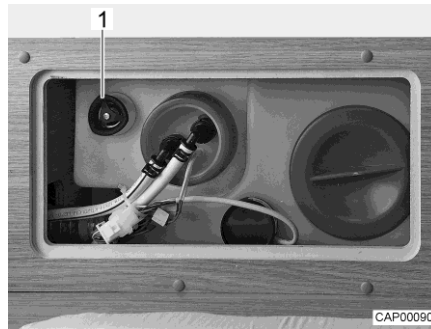

Bild 96 Wassertank mit Drehgriff
- Auf dem Wassertank den Drehgriff (Bild 96,1) entgegen dem Uhrzeigersinn über den Widerstand hinaus bis zum Anschlag drehen, um die Ablauföffnung vollständig zu öffnen.